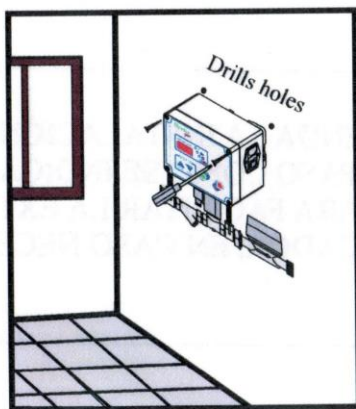

Figura 1.
- ♦ Para colocar el dosificador marque los dos taladros indicados para la fijación del aparato en pared, según figura 1.
- ♦ Introduzca los tornillos de sujeción que se adjuntan con el dosificador y fije el equipo a la pared, como se indica en la figura 1.